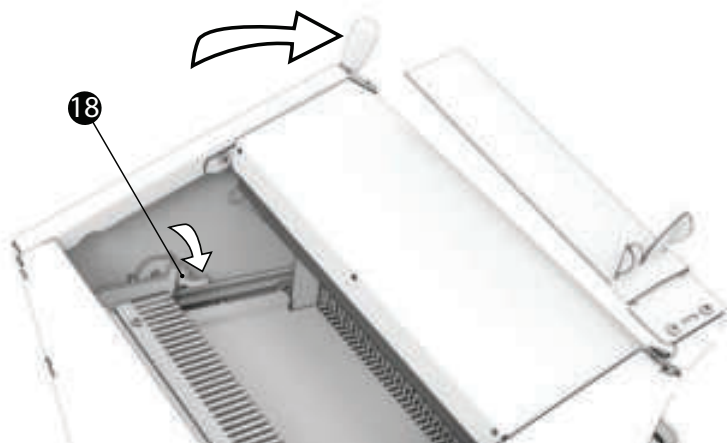

fig.6
- D. إذا كان لا بد من تغييرها، فاستبدل الشفرات وفقًا لإجراء تغيير شفرات القطع (fig.6, 7)
(fig.6,7)
الآلة تعمل، لكن الخبز تالف أو مقطع بطريقة غير متساوية	تحقق إذا كان يجب استبدال الشفرات (fig.6,7)
الخبز ينقطع ببطء شديد	تحقق إذا كان يجب استبدال الشفرات (fig.6,7)